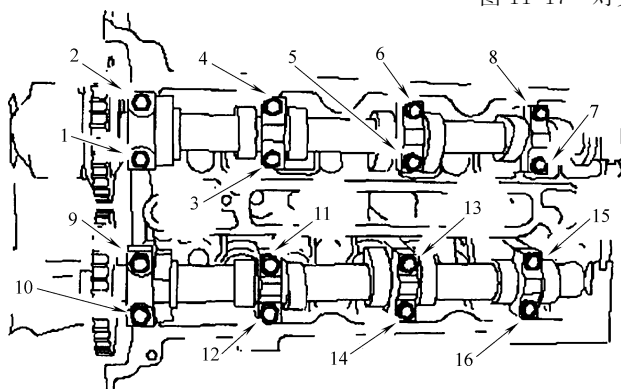

图 11-18 凸轮轴轴承盖螺栓紧固顺序
3) 对凸轮轴和凸轮轴轴承盖进行润滑后, 安装右侧进气凸轮轴轴承盖和右侧排气凸轮轴轴承盖。按照图 11-18 所示的螺栓紧固顺序, 将螺栓紧固到 $10\text{N} \cdot \text{m}$ 。